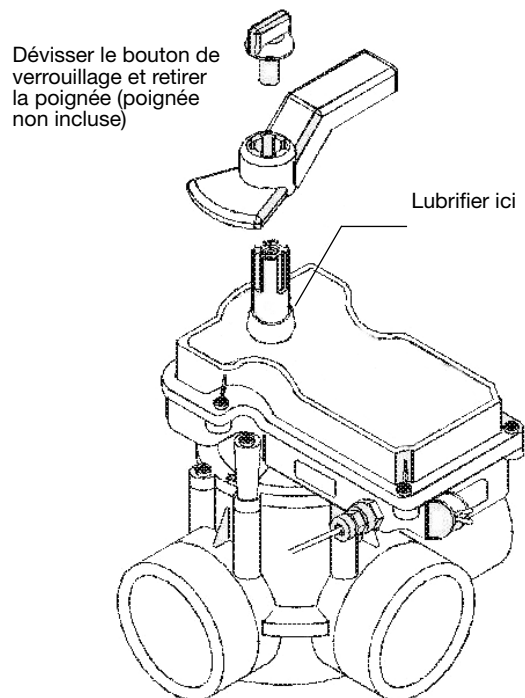

FIG. 6. Entretien de l'actionneur
1. Dévissez le bouton de retenue et retirez la poignée de la tige de la vanne. Mettez le bouton et la poignée de côté pour une utilisation ultérieure. Voir FIG. 6 pour plus de détails.
7. Retirez le contre-écrou et la poignée. Appliquez une petite quantité de lubrifiant autour de la tige, à l'endroit où elle sort du couvercle. Voir FIG. 6.